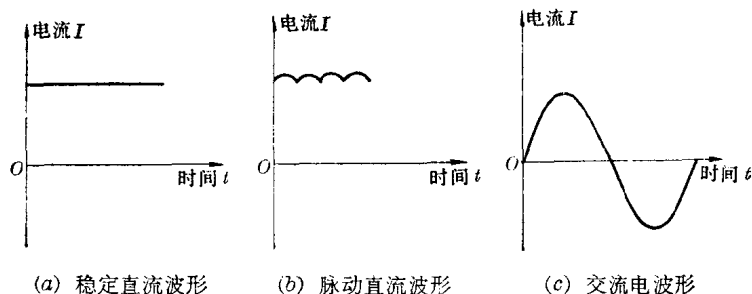

图 1-1
1. 直流电——电流的方向固定不变的，叫做直流电。电流的方向不变，大小也不变的，叫做稳定直流，如图 1-1(a) 所示。方向不变，而大小随时间改变的，叫做脉动直流，如图 1-1(b) 所示。
2. 交流电——电流的方向和大小随时间作周期性变化的,叫做交流电,如图 1-1(c) 所示。